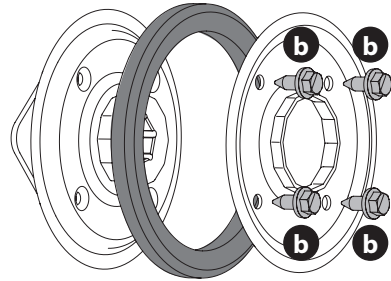

Figure 93
- Retirez les quatre boulons (a) qui fixent les plaques latérales de la roue de friction. Voir Figure 93.
NOTE : Vérifiez que la goupille du levier de vitesse est placée dans le boîtier du roulement. Voir Figure 93.